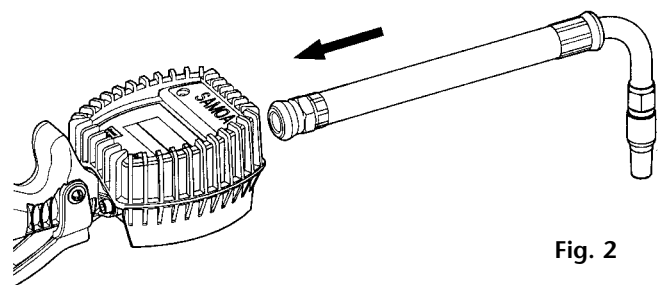

Fig. 2
1. Install the outlet extension to the outlet thread of the meter and tighten it well (fig 2).
1. Coloque la extensión a la salida de la pistola y apriete firmemente (Fig. 2).
1. Placer l'extension à la sortie du pistolet compteur et la serrer fermement (Fig. 2).
1. Den Auslauf am Auslaufgewinde des Zählers (Bild 2) befestigen.